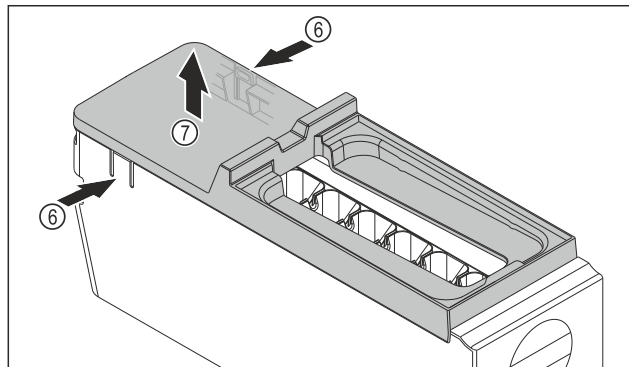

Fig. 145
- Rimuovere la copertura del corpo dell'EasyTwist-Ice: Con una mano, premere le linguette Fig. 145 (6) su entrambi i lati del corpo dell'EasyTwist-Ice.
- Con l'altra mano, estrarre verso l'alto la copertura Fig. 145 (7).